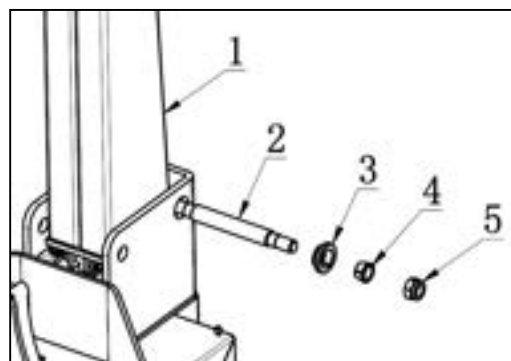

図 10
- コラム(図 10-1)を本体上部ブロックに配置します。コラムのラベルが貼付されている面を前方に向けます。取り付け穴にコラム回転シャフト(図 10-2)を差し込み、ボルト(図 10-4)を使用して図 10 の通り両側をロックします。